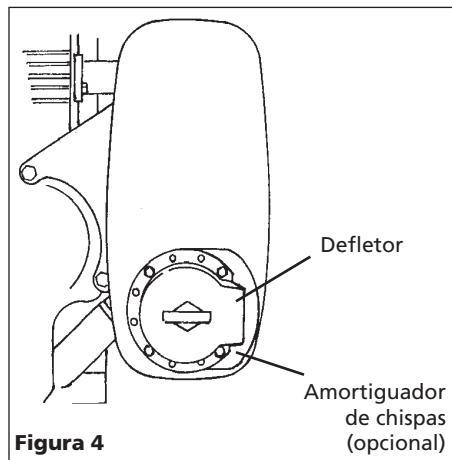

Figura 4
11. Aplique uma camada de composto anti-fricção nos quatro parafusos autorosqueantes. Instale o pára-faíscas e o defletor conforme mostrado na figura 4.
- Aplíquele un compuesto a los tornillos auto-rosantes para evitar que se fijen de tal manera que no los pueda sacar posteriormente. Instale el amortiguador de chispas y el deflector tal como se muestra en la Figura 4.